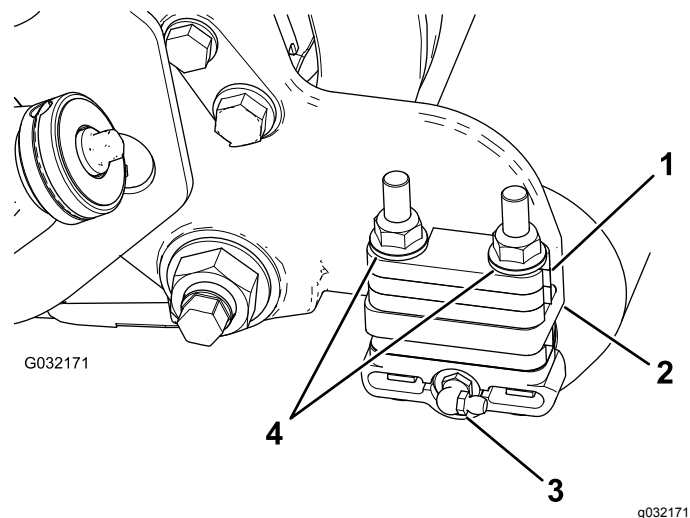

図 3
2. ローラブラシハウジングのついているカッティングユニットの側面からグリスフィッティングを外す 図 3。
3. グリスフィッティング 90度を後ろ向きに取り付ける 図 3。
4. 各ローラブラケットをサイドプレートに固定しているフランジロックナット2個を取り外す。また サイドプレートの取り付けフランジに 6mm のスペーサが取り付けられている場合はそれらをすべて取り除く 図 3。